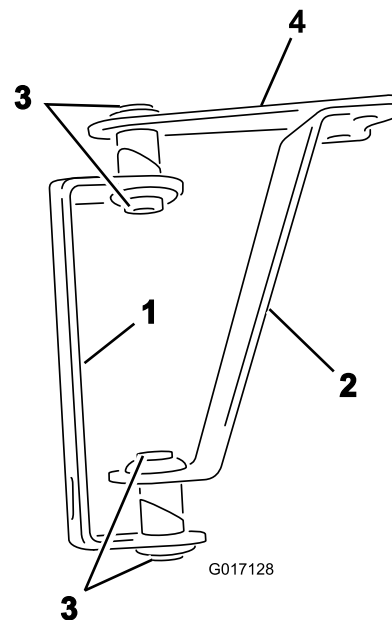
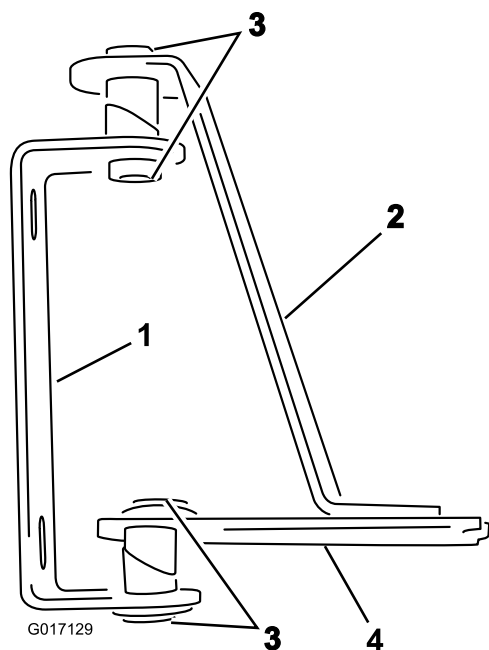

図 1
図 2
1. 蝶番とストラップを、図 1 (カバー無しブーム用) または 図 2 (カバー付きブーム用) のように配置する。
- 2. ヒンジとストラップに溶接されているチューブに、図 1 または 図 2 のようにブッシュを差し込む。